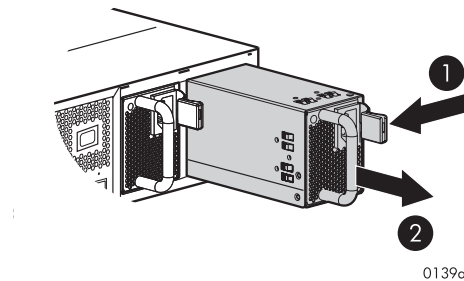

Figure 3 電源装置の取り外し
- 赤紫色のラッチを左側に動かし(1, Figure 3)、ハンドルを持って、ケースから電源装置を引き抜きます(2)。